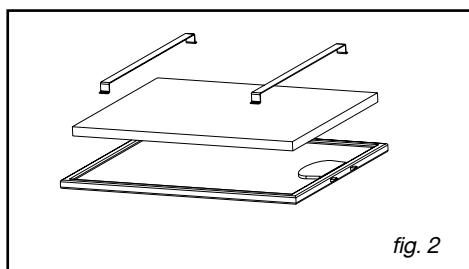

fig. 2
- Retire os filtros cassette (fig.2).